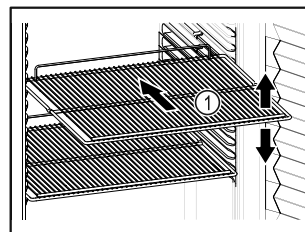

Fig. 53
- ☐ Ako su rešetke za polaganje Fig. 53 (1) pomične, prilagodite ih po visini.